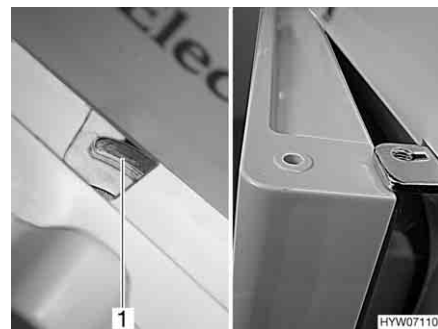

Fig. 224 Porte du réfrigérateur/du compartiment congélation en position de ventilation (Dometic Série 7 avec compartiment congélation séparé)
- Pousser le dispositif de verrouillage complètement vers la droite. La porte du réfrigérateur/du compartiment congélation est fixée à l'aide de l'arrêt de porte (Fig. 224,1). La porte du réfrigérateur/du compartiment congélation reste ainsi légèrement ouverte (Fig. 224).